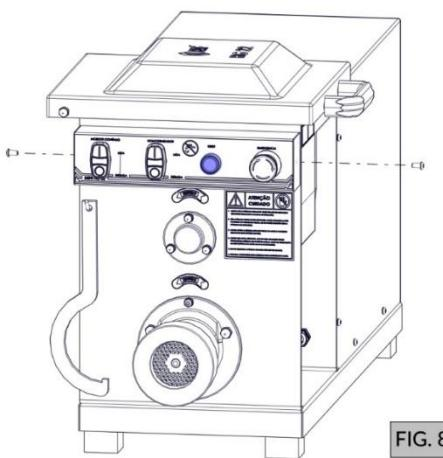
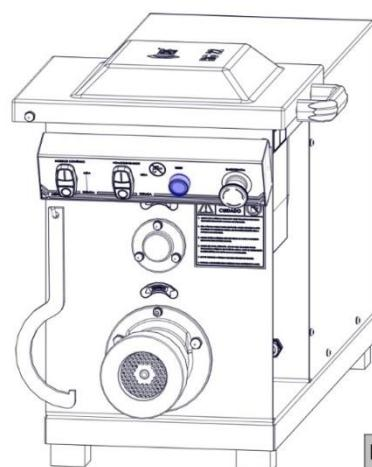

FIG. 8
FIG. 9
- a) Retire os parafusos da caixa de comandos elétricos (FIG. 8) e puxe-a para ter acesso aos acionadores da máquina (FIG. 9);